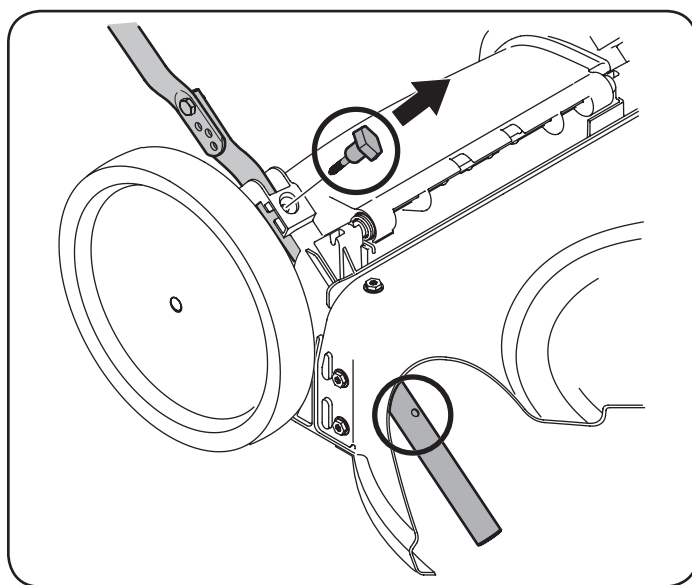
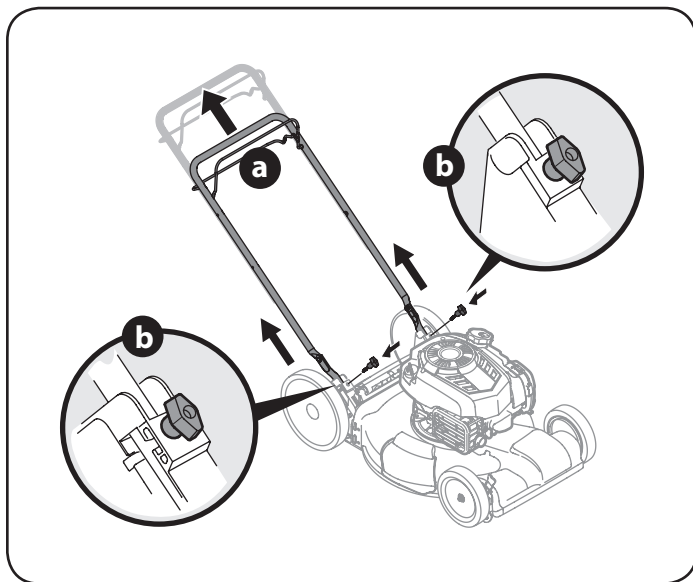

Figura 3
Figura 4
2. Retire la T-pernos de la manija entre corchetes como se muestra en la Figura 3.
- Tire hacia arriba en el asa hasta agujeros en la manija (que se muestra en la Figura 3 corte de la cubierta) se alinean con los agujeros en el mango soporte. Vea la Figura 4.
- Inserte el T-pernos quitó anteriormente a través del mango corchetes y asa inferior y apriete bien para asegurar el mango en su lugar. Vea la Figura 4.